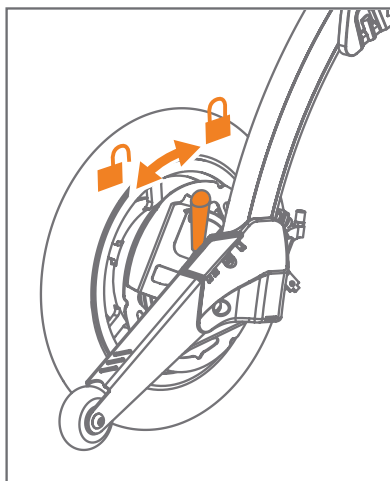

Abbildung 56: Wechsel in den Modus für elektrische Unterstützung.
Schalten Sie den Freilaufmodus nur auf flachen und ebenen Oberflächen ein, oder betätigen Sie die Handbremsen, wenn das Risiko besteht, dass sich der Rollz Motion Electric² aufgrund unebenen Geländes unerwartet bewegt. Um die Feststellbremse anzuwenden, ziehen Sie zuerst die Handbremsen (1) an und gleichzeitig die Feststellbremshebel (2) (**Abbildung 56**).